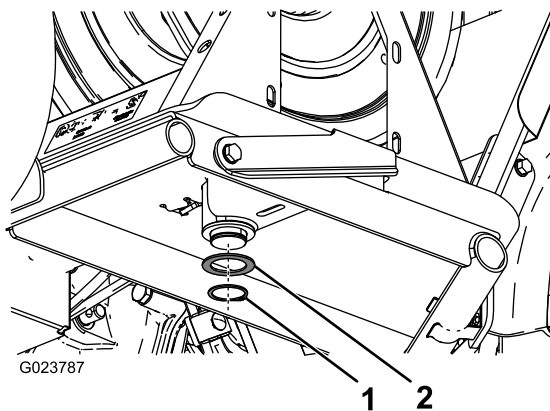

Figura 10
4. În partea inferioară a cadrului tamburului pentru furtun, fixai aiba de presiune i inelul de fixare la tija de pe placa pivotantă (Figura 10).